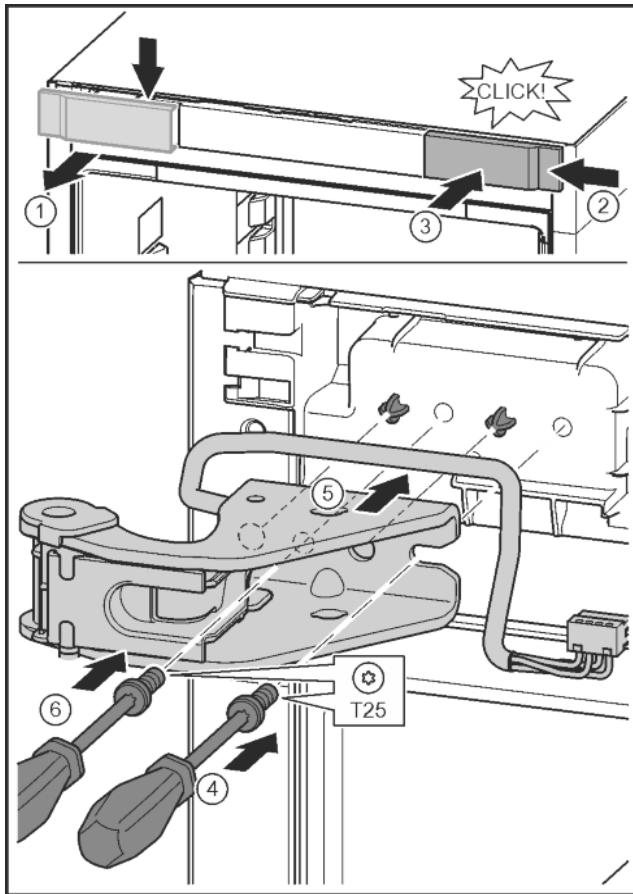

Fig. 33
- ▶ Otpustite pokrov i skinite ga bočno. Fig. 33 (1)
- ▶ Objesite pokrov okrenut za 180° na drugoj strani s desne strane. Fig. 33 (2)
- ▶ Pustite da pokrov uskoči. Fig. 33 (3)
- ▶ Odvijačem T25 postavite vijke. Fig. 33 (4)
- ▶ Postavite gornji podložak ležaja. Fig. 33 (5)
- ▶ Pritegnite vijak. Fig. 33 (4)
- ▶ Odvijačem T25 umetnите i pritegnite vijak. Fig. 33 (6)